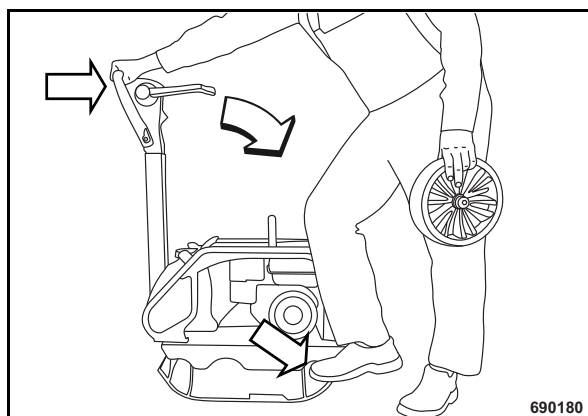

Fig. 25
- Inclinar la máquina por medio del timón hacia delante (Fig. 25).